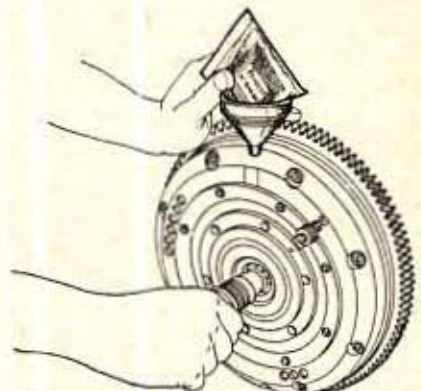

Fig. 56. — Introduction de la poudre dans le coupleur
- Tenir le coupleur verticalement (fig. 56).